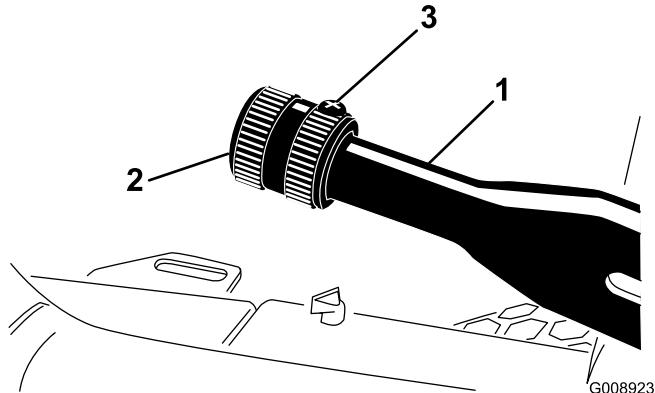

Figura 53
1. Allentate la vite a pressione che fissa la manopola alla leva del freno di stazionamento (Figura 53).